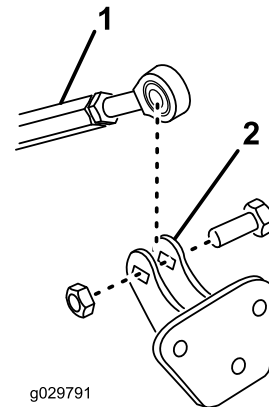

Figura 10
5. Prenda a extremidade da barra do encaixe ao suporte do cilindro. Utilize um parafuso ($\frac{1}{2}$ pol. x $1\frac{1}{2}$ pol.) e uma porca ($\frac{1}{2}$ pol.), como se mostra na Figura 10.